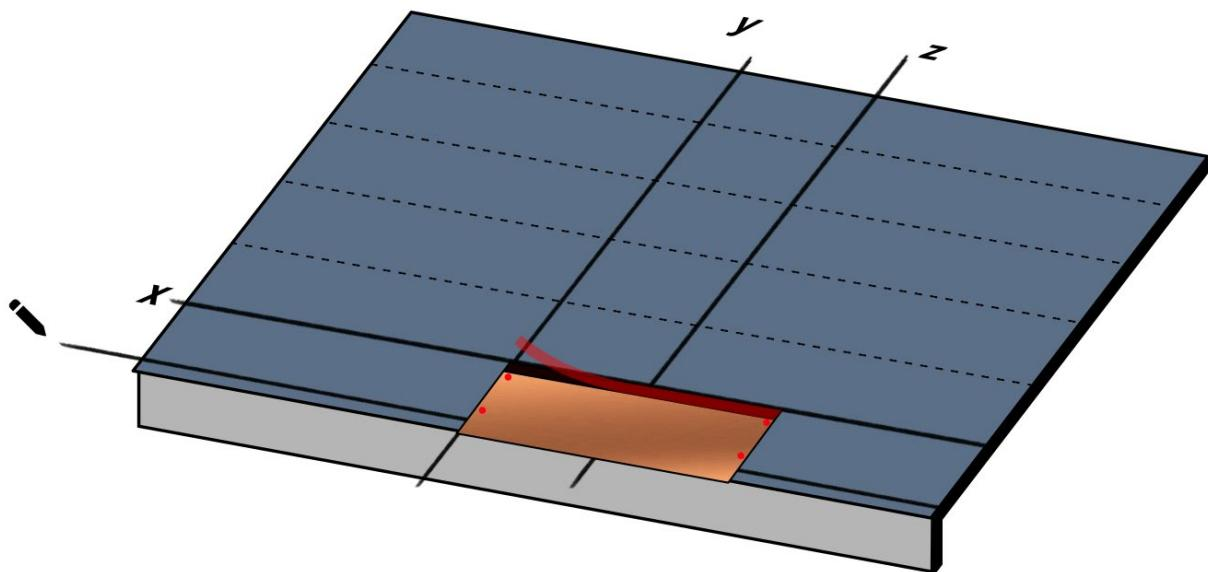

Fig. 6 - Posa della prima tegola
- Procedere con la posa della prima tegola: allineare il bordo laterale sinistro della prima tegola sulla verticale **y** e il bordo superiore sull'orizzontale **x**. Rimuovere il film protettivo dalla fascia autoadesiva superiore. Fissare la tegola al sottofondo con dei chiodi inox posti a circa 2 cm dalle estremità laterali della tegola, in posizione come da Fig. 6.